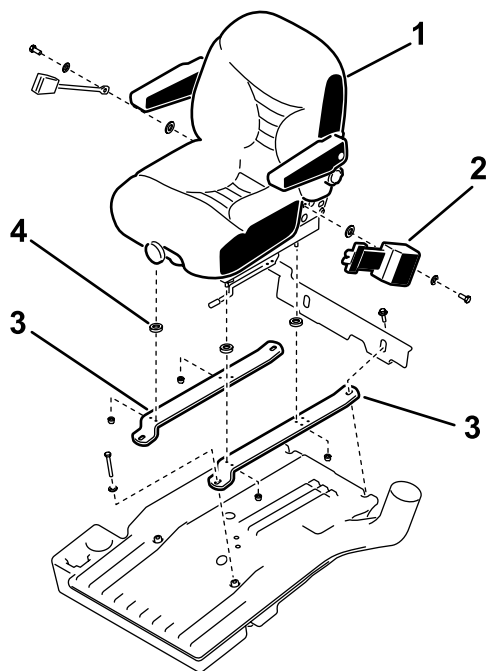

Рисунок 2
- 3. Установите новое сиденье на опорные планки сиденья с помощью 4 фланцевых контргаек и 4 проставок (Рисунок 2).
- 6. Установите опорные планки сиденья на топливный бак с помощью ранее снятых болтов и шайб (Рисунок 2).
- 1. Установите ремень безопасности на сиденье с помощью 2 болтов, 2 плоских шайб (1/2 дюйма) и 2 плоских шайб (9/16 дюйма); см. Рисунок 2.